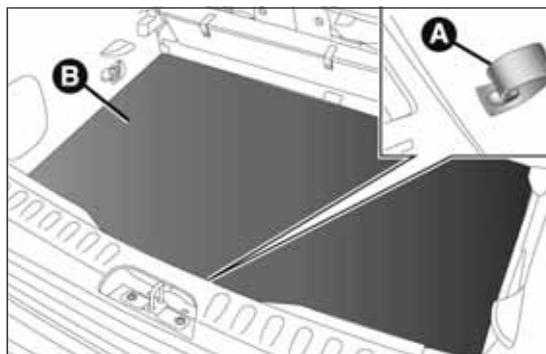

fig. 97
- tirar de la lengüeta A fig. 97 y levantar la alfombrilla de revestimiento B.